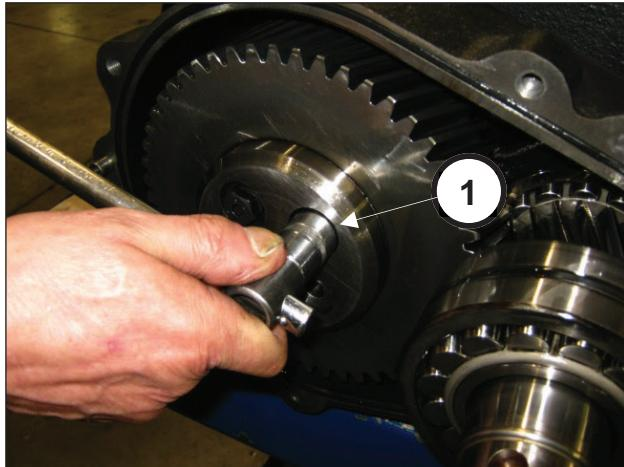

Fig. 10
L'opération terminée, déposer le couvercle de réducteur. Dévisser les vis de fixation de l'immobilisateur de couronne (rep. ①, Fig. 10) et le déposer (rep. ①, Fig. 11).